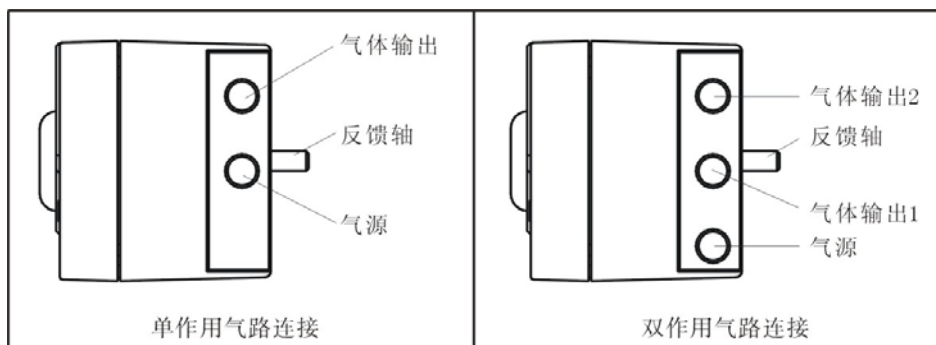

图 5：气路连接图
1. 把智能阀门定位器的输出口按图 5 与气动执行机构的输入口连接。